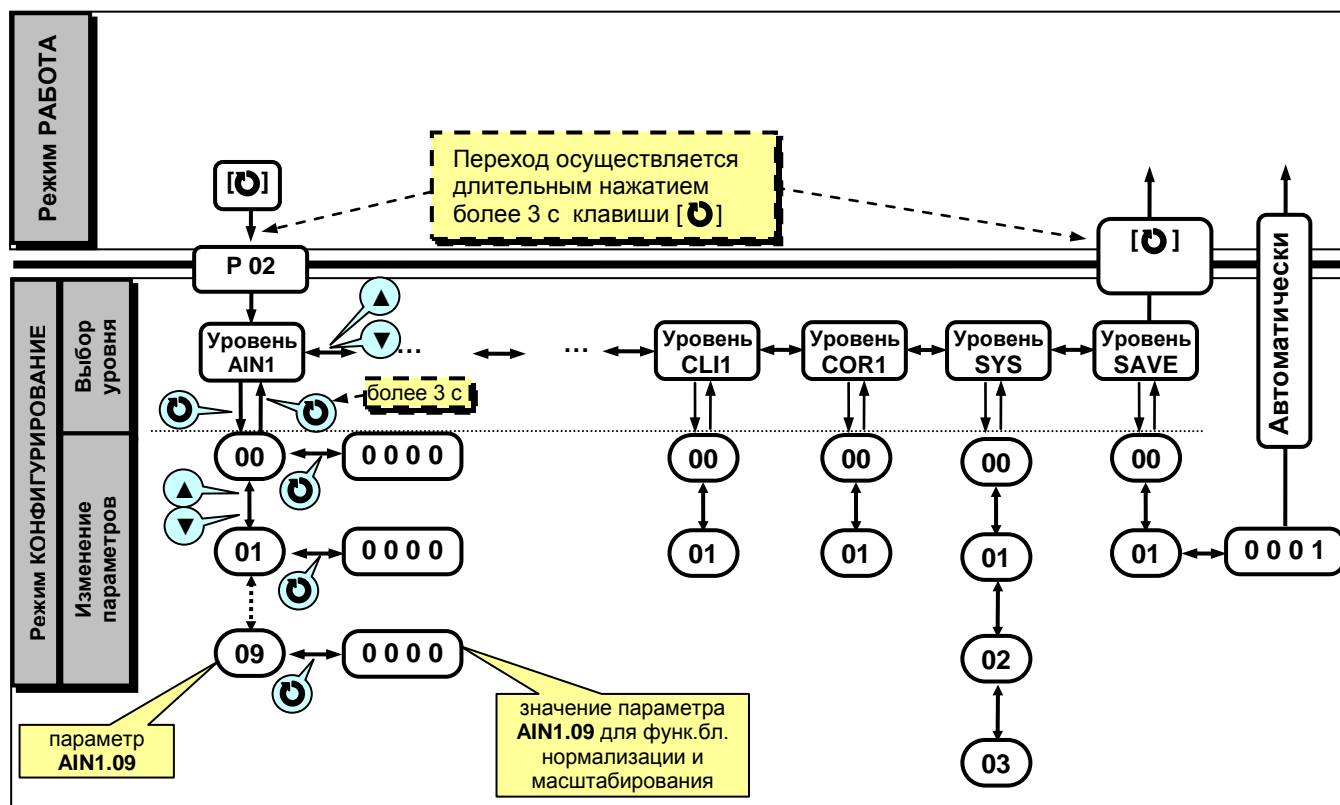

Рисунок 4.7.1 - Диаграмма уровней конфигурации и настроек
4.7.2 Параметры разделены по группам, каждая из которых называется "уровень". Каждое заданное значение (элемент настройки) в этих уровнях называется "параметром". Параметры, используемые в преобразователе ПНС-11, сгруппированы в 13 уровней и представлены на диаграмме (рисунок 4.7.1).
В дальнейшем по тексту руководства идет ссылка на параметр в виде XXXX.YY (например ALRM.00), где XXXX – название УРОВНЯ, а YY – номер пункта меню (смотри рисунок 4.7.1).